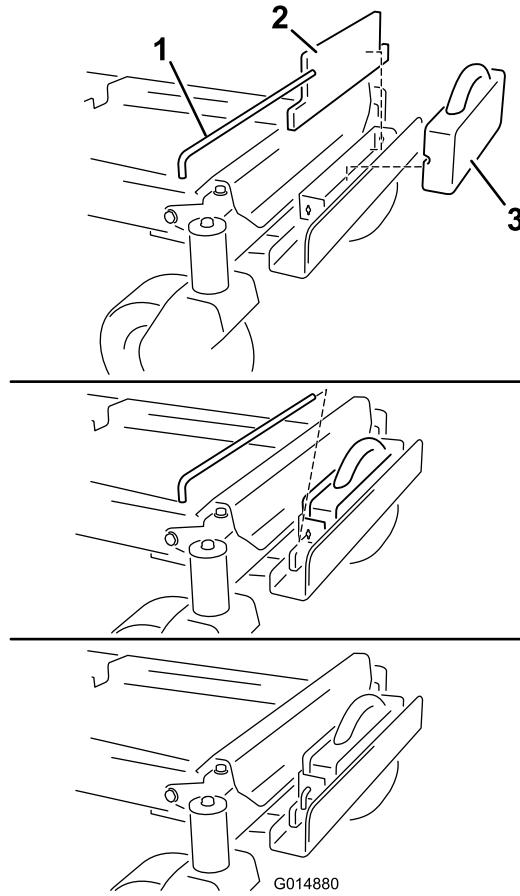

Figura 9
6. Instale un peso plano en la bandeja del peso y muévalo hacia atrás contra el borde de la bandeja (Figura 9).
7. Instale un peso de maletín delante del peso plano (Figura 9).
8. Sujete los pesos a la bandeja con una varilla de traba (Figura 9). Instale la varilla y gírela 90 grados hacia abajo para bloquearla en su sitio.